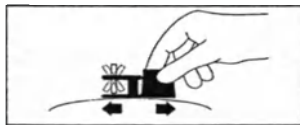

FIGURA 7
- Seguendo la direzione della freccia posta sul dispositivo, muovere lentamente la base del MAGNA-FINDER® avanti e indietro sulla superficie del tessuto, come illustrato nella Figura 7. Il magnete del MAGNA-FINDER® indicherà la posizione dell'unità di iniezione su un piano.